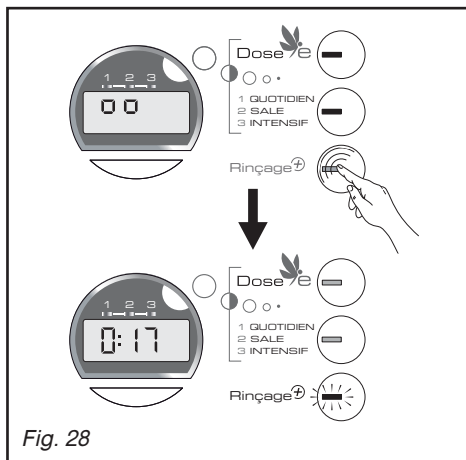

Fig. 28
• Vidange programmée (Fig. 28)